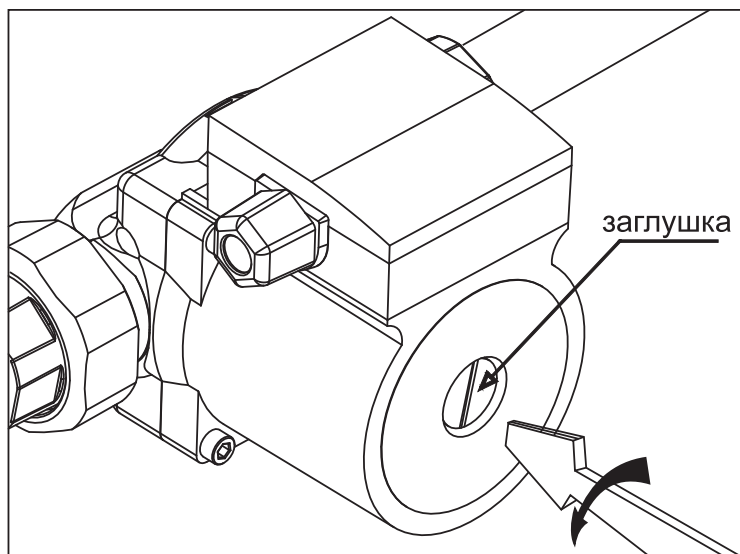

**Рис. 13** Удаление воздуха из насоса
- Выкрутить винт и ослабить заглушку для удаления воздуха, защитив электрические части от попадания жидкости или пара (**Рис. 13**);